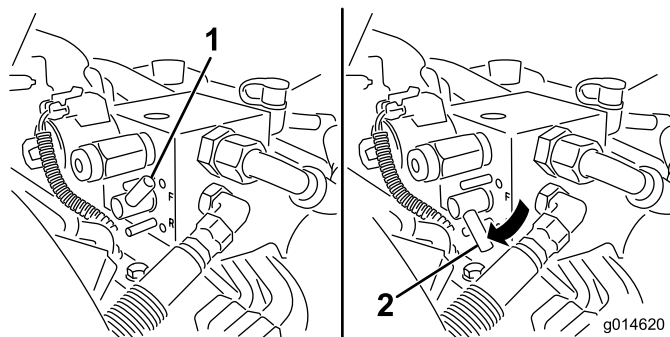

図 53
5. バックラップ・レバーを逆転（R）位置にセットする（図 53）。